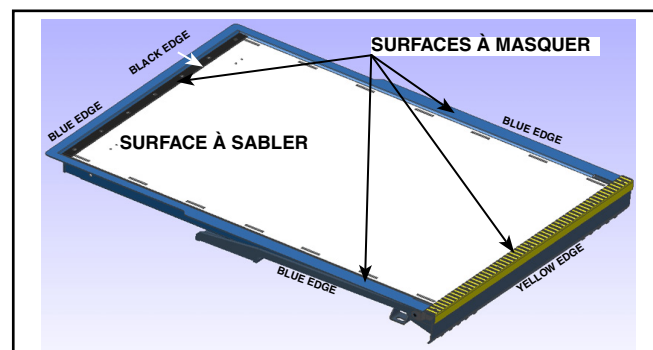

Figure A2 - Surfaces à masquer ou à sabler
1. Avant de sabler, nettoyer la surface du plateau en aluminium de la rampe (montrée en blanc en Figure A2) avec un linge de coton imbibé de diluant à laque. Essuyer avec un linge de coton tout usage propre et sec.
2. Appliquer du ruban à masquer sur tout le contour du plateau (montrées en bleu, jaune et noir en Figure A2) sans dépasser le rebord intérieur pour les surfaces noires et jaunes. Voir Figure A2 et Figure A5.
3. À l'aide d'une ponceuse appropriée munie d'un papier de grain n° 40, sabler la surface du plateau qui recevra le revêtement (montrée en blanc en Figure A2), jusqu'à l'obtention d'un fini très rugueux. Voir Figure A4).
5. Nettoyer toute la surface du plateau (montrée en blanc en Figure A2) avec un chiffon imbibé de diluant à laque et essuyer avec un linge de coton tout usage propre et sec.
6. Nettoyer toute la surface du plateau (montrée en blanc en Figure A2) avec de l'alcool isopropylique et essuyer avec un linge de coton tout usage propre et sec.